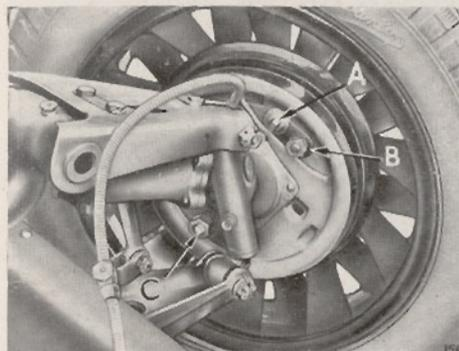

Fig. 24. — Réglage des freins avant.
*Réglage d'usures.* — Pour retendre les freins auto-centreurs usés très légèrement, il suffit de tourner dans le sens des aiguilles d'une montre le tenon de réglage A indiqué sur les fig. 24, 25, 26.